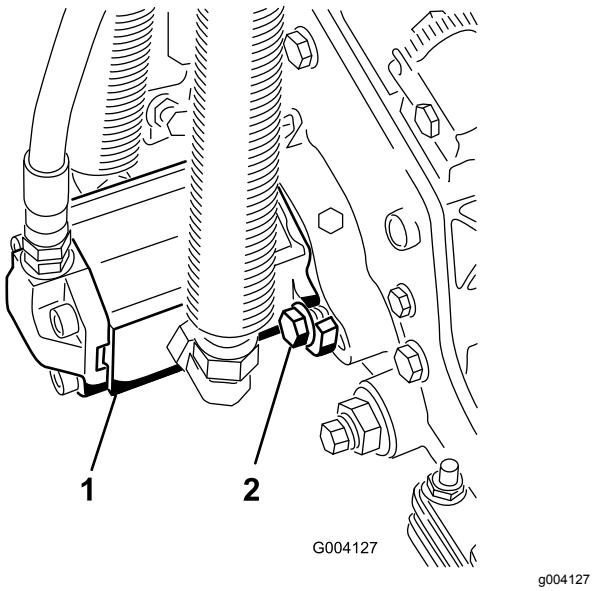

Bild 14
- Montieren Sie den Motor; drehen Sie ihn nach rechts, damit die Motorflansche nicht die Kopfschrauben berühren (Bild 14).